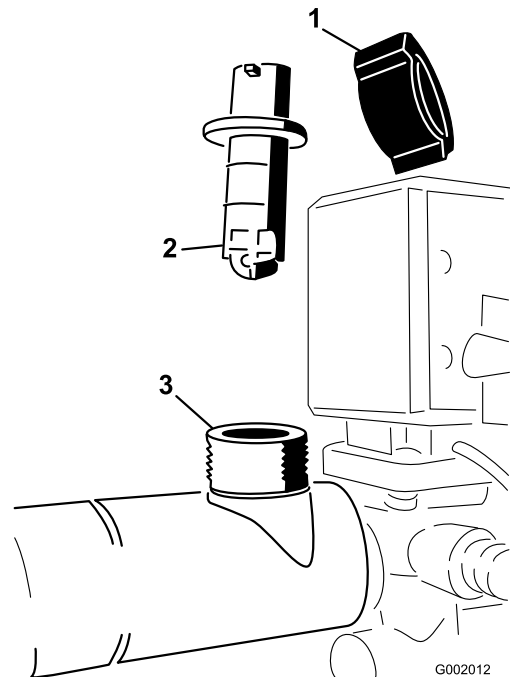

図 76
2. フローメータのボディについているリテーナ・キャップを取る(図 76)。